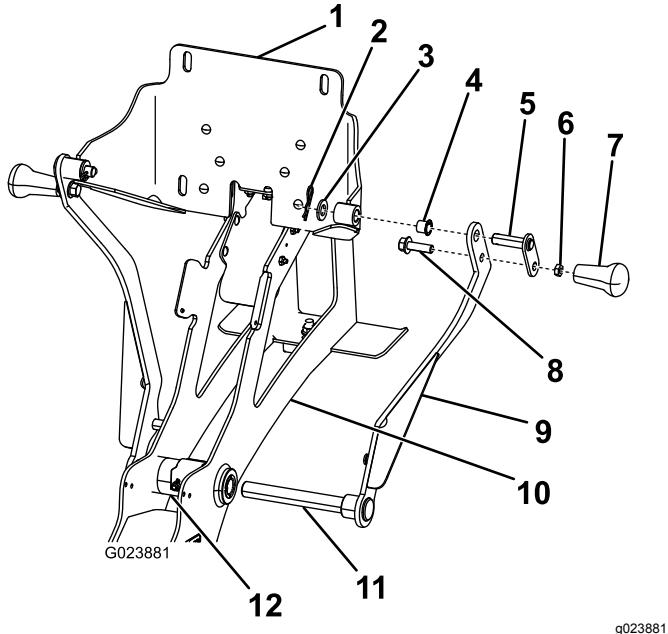

Figura 6
- Inserte el eje del brazo de sujeción derecho en el buje (Figura 6).
- Acople provisionalmente el brazo izquierdo al eje expuesto en el otro lado del bastidor. (Figura 6).
- En la chapa trasera, instale los 2 casquillos pequeños en los puntos de pivote de la chapa trasera (Figura 6).
- Desplace la placa de montaje a su posición entre los taladros superiores de cada brazo. (Figura 6).
- Instale un pasador de giro por el taladro superior del brazo y por la chapa trasera. (Figura 6).
- Sujete la manija a la chapa trasera con una arandela plana y un pasador de horquilla, tal y como se muestra en la Figura 6.
- Sujete las manijas a los taladros inferiores de los brazos (Figura 6) con un perno (3/8 x 1-1/4") y una contratuerca (3/8").
- Sujete el pasador de giro superior del brazo de sujeción de la izquierda a la chapa trasera con una arandela (1/2") y una chaveta (Figura 6).